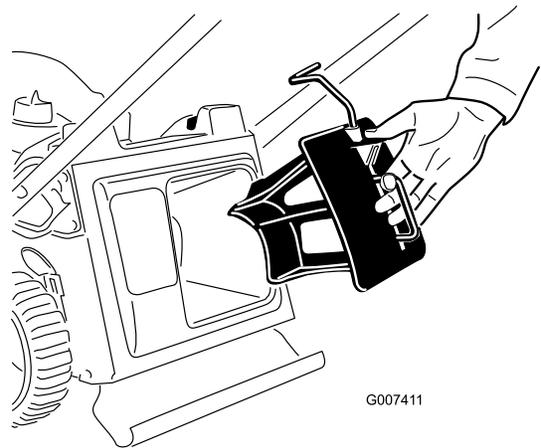

Figure 8
1. Si ce n'est déjà fait, insérez l'obturateur de mulching dans le plateau de coupe (Figure 8).